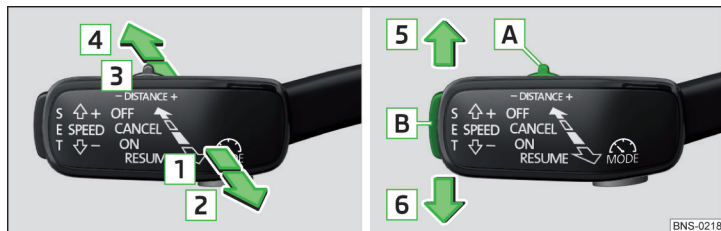

Fig. 281 Palanca de mando
» fig. 281
▶ Presionar la tecla **SET** » fig. 281 de la pág. 247.
▶ **o**: Ajustar la palanca en la posición con resorte **RESUME** » fig. 281 de la pág. 247.
▶ Ajustar la palanca en la posición con resorte **CANCEL** » fig. 281 de la pág. 247.
La velocidad deseada se ajusta o se cambia con la palanca de mando » **fig. 281 de la pág. 247.**
➤ Ajustar el conmutador **DISTANCE** en la posición con resorte - o + » **fig. 281 de la pág. 247.**
Se puede interrumpir una aceleración en todo momento pisando el pedal de freno o pulsando el punto de presión **CANCEL** en la palanca de mando » fig. 281 de la pág. 247.